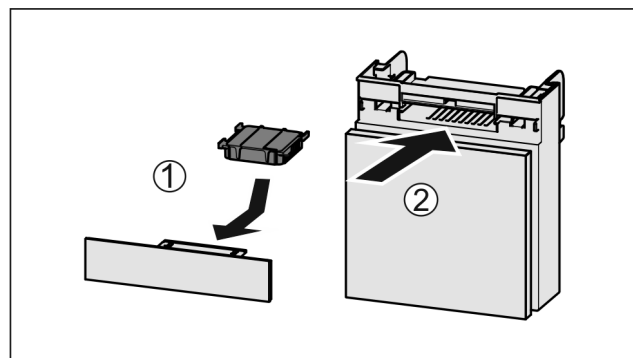

Fig. 255
- ▶ Установите фильтр с активированным углем, как показано на рисунке Fig. 255 (1).
- ▶ Вставьте отделение Fig. 255 (2).